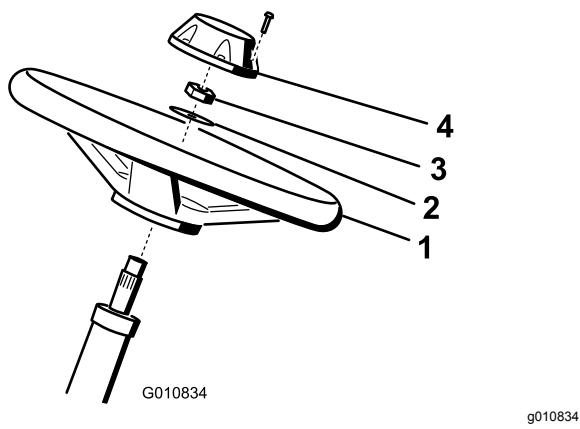

Figura 4
- Collocate il volante sul piantone (Figura 4).
2. Collocate la rondella sul piantone (**Figura 4**).
3. Fissate il volante sul piantone per mezzo di un dado di bloccaggio serrato a 27–35 N·m (**Figura 4**).
4. Montate il coprimozzo sul volante e fissatelo con l'aiuto di 6 bulloni (**Figura 4**).